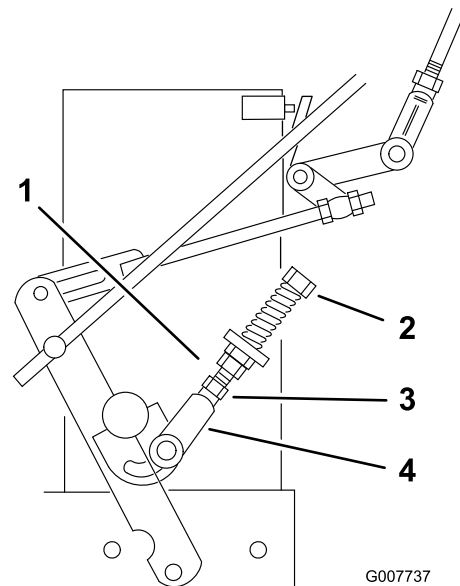

Figura 33
9. Si la rueda gira con la palanca de avance en punto muerto, los acoplamientos del control de punto muerto deben ser ajustados (Figura 33). Si la rueda se detiene, vaya al paso 12.
10. Afloje la tuerca de la horquilla del acoplamiento del control de punto muerto (Figura 33).
11. Ajuste el acoplamiento del control de punto muerto hasta que la rueda motriz correspondiente deje de girar con la palanca sujeta contra el muelle de punto muerto (posición de punto muerto) (Figura 33).
12. Gire el perno de ajuste 1/4 de vuelta aproximadamente en el sentido de las agujas del reloj si la rueda gira hacia atrás, o 1/4 de vuelta aproximadamente en el sentido contrario a las agujas del reloj si la rueda gira hacia adelante (Figura 33).